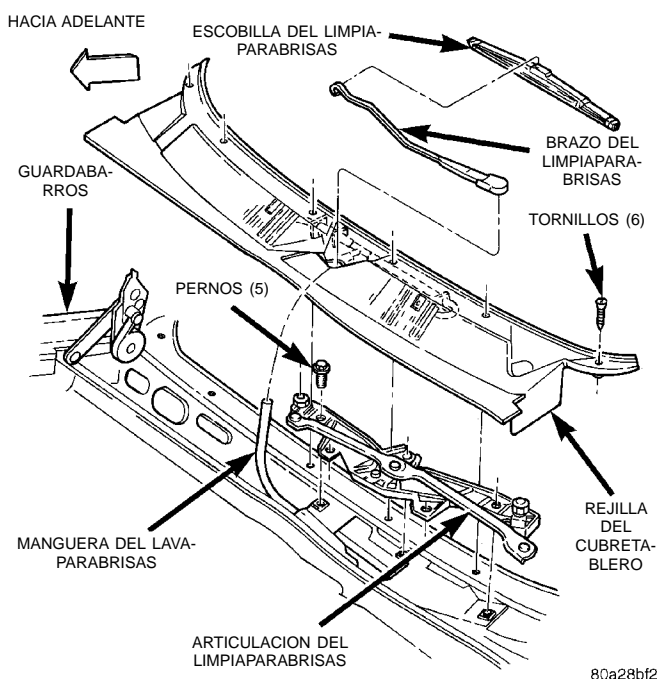

Fig. 9 Desmontaje/instalación del conjunto de la articulación del limpiaparabrisas
(1) Desconecte y aisle el cable negativo de la batería.
(2) Retire los brazos del limpiaparabrisas como se describe en este grupo.
(3) Retire los tornillos de la cubierta/panel de rejilla de la cámara impelente del cubretablero.
(4) Eleve la cubierta/panel de rejilla de la cámara impelente del cubretablero separándola del vehículo lo suficiente como para poder acceder a la tubería de la boquilla del lavaparabrisas.
(5) Desconecte la manguera de abastecimiento del lavaparabrisas de la conexión en T.
(6) Retire del vehículo la cubierta/panel de rejilla de la cámara impelente del cubretablero y déjala a un lado.
(7) Retire los cinco tornillos que fijan el módulo del limpiaparabrisas al soporte de instalación del cubretablero (Fig. 9).